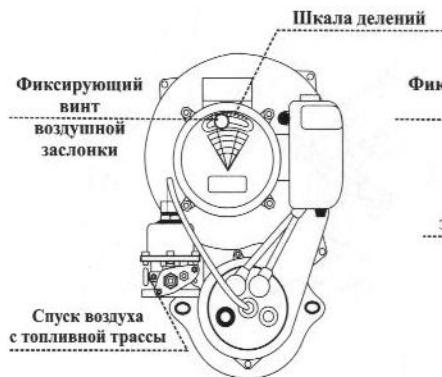

Рис. 27
- 1.2. Регулировка подачи воздуха в камеру сгорания котла выполняется воздушной заслонкой (см. рис. 27). При выполнении регулировки воздушной заслонкой критерием настройки является цветность пламени, при этом: